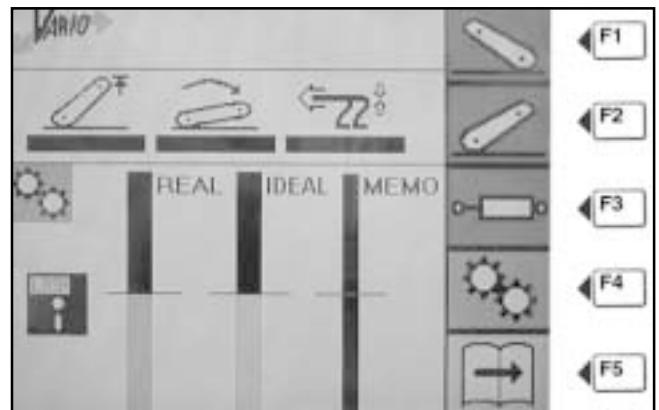

Fig.1
#### Wenn das LBS-Symbol nicht am Display erscheint (Fig.1)
- Taste "F5" drücken (Fig.1)